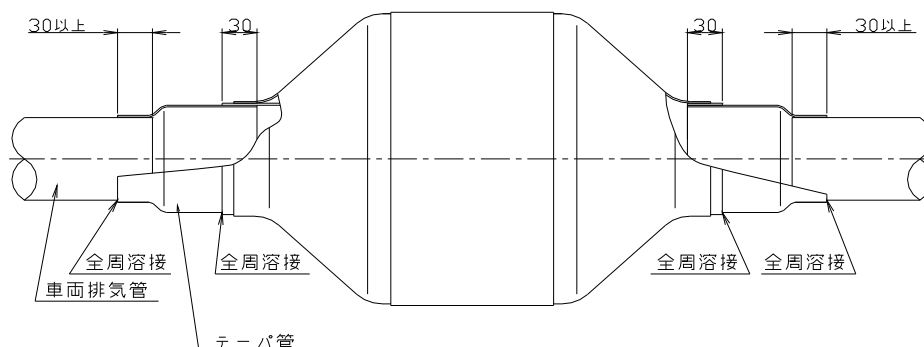

図 7
- ・ 図 7 に示すようなテーパ管（オプション部品参照）を使用して、搭載すること。